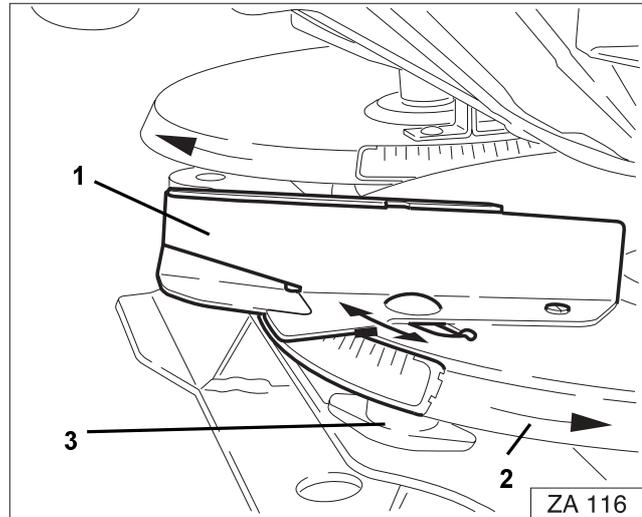

Fig. 52
Auf korrekte Montage der Streuschaufeln achten. Die offene Seite der U-förmigen Streuschaufeln (Fig. 52/1) weist in Drehrichtung (Fig. 52/2).
- Flügelmutter (Fig. 52/3) entfernen und Streuschaufel (Fig. 52/1) auswechseln.
- Flügelmutter (Fig. 52/3) wieder festziehen.